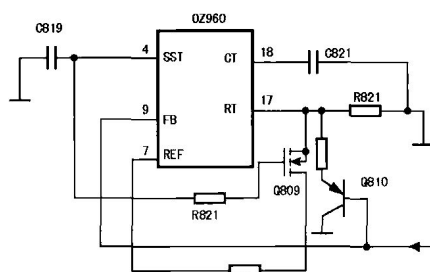

图 1-7
Q809 漏源极间的导通度,即实现①脚电阻变化控制,实现软启动期间点灯电压的形成,如图 1-7 所示。OSC 产生的振荡脉冲信号经 PWM 移相电路,及 IC 内 P/N 沟道缓冲放大电路后,从⑪、⑫、⑬、⑭脚按时序送出,以并联方式分别接入 Q801、Q805、C806、C807、C809、变压器 T801,组成一组全桥式液晶背光灯工作供电电路,⑪、⑫、⑬、⑭脚和 Q811、Q812、T802 组成另一组背光灯工作电路。Q801、Q805、Q811、Q812 是四只相同的 IC,型号为 AM4502,内部集成了两块 P、N 沟道耗尽型 CMOSFET 管 G 极,如图 1-8 所示。全桥电路工作原理用图 1-9 来说明,它是重新整理的结构图。